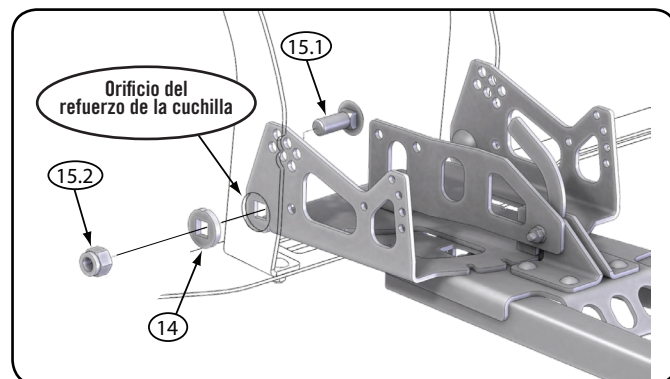

Figura 7 - Conjunto del perno de pivote
5. Coloque la arandela de rodamiento en el orificio del refuerzo de la cuchilla y asegure la cuchilla al sistema del tubo asegurándolo con el perno de carruaje (15.1) de  $1\frac{1}{2}$  in. (38.1 mm) y tuerca de seguridad (15.2), como se muestra en la figura 7. Repita en lado derecho.